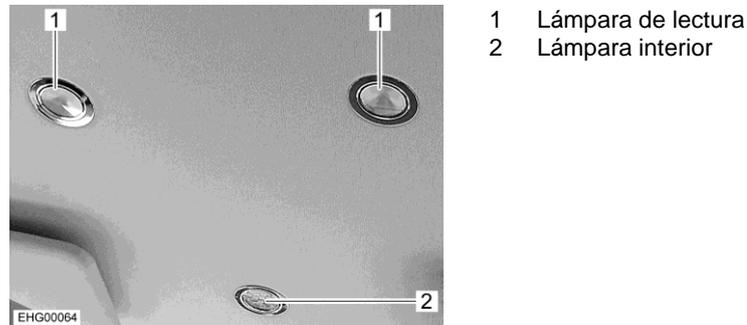

Fig. 99 Lámparas (cabina del conductor)
La lámpara interior (Fig. 99,2) se conectará automáticamente al desbloquear o al abrir alguna puerta del vehículo.
La lámpara interior (Fig. 99,2) se apagará automáticamente algunos segundos después de haber cerrado todas las puertas, o al bloquear el vehículo, o después de haber conectado el encendido.
- Tocar el borde de la lámpara de lectura (Fig. 99,1). La lámpara de lectura está conectada.